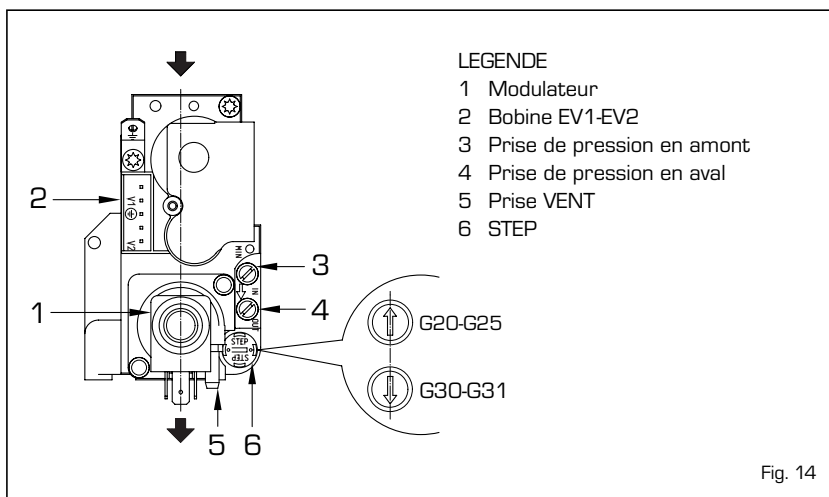
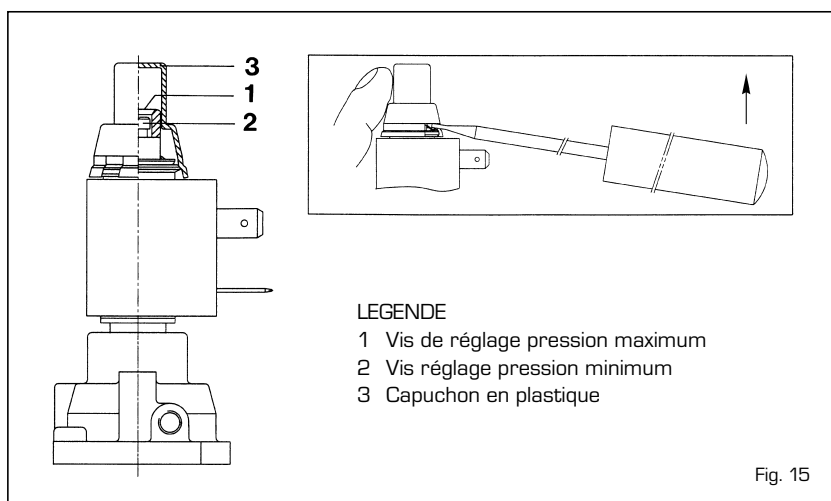

Fig. 14
Fig. 15
### 4.2 VANNE DU GAZ (fig. 14)
**ATTENTION: Pour effectuer la vérification des pressions maximum et minimum, en laissant en place le capuchon (3 fig. 15) du modulateur, monter le manomètre suivant les indications reportées sur la fig. 14/a. Pour effectuer le calibrage débranchez la prise VENT de la chambre étanche.**
#### 4.2.2 Réglage de la pression minimum au brûleur (fig. 15)